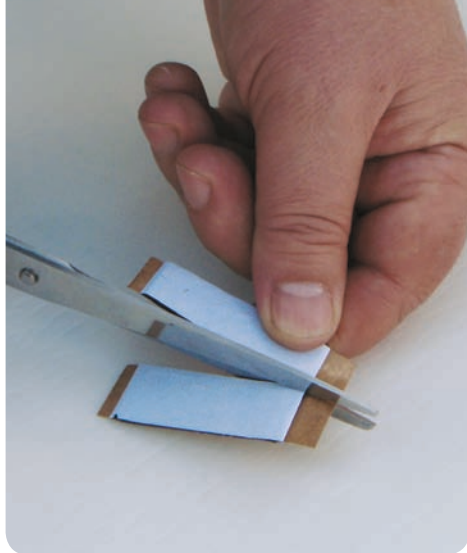

Рис. 11. Разрезание битумной изоляции на 2 части
10. Изолируйте линии отреза медной шины (рис. 11–14). На рис. 5 эти места отмечены значком ■.